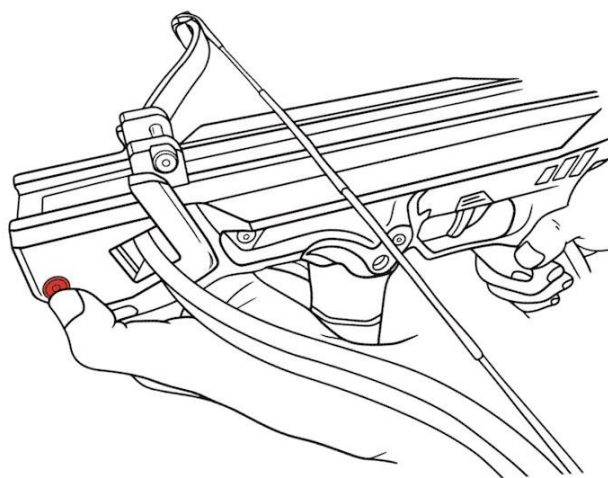

Рис.4
3. Надавите на штифт крепления плеч до упора, пока не услышите щелчок (Рис.4). Плечи арбалета безопасно установлены и готовы к взводу только когда штифт крепления плеч полностью задвинут в корпус арбалета.